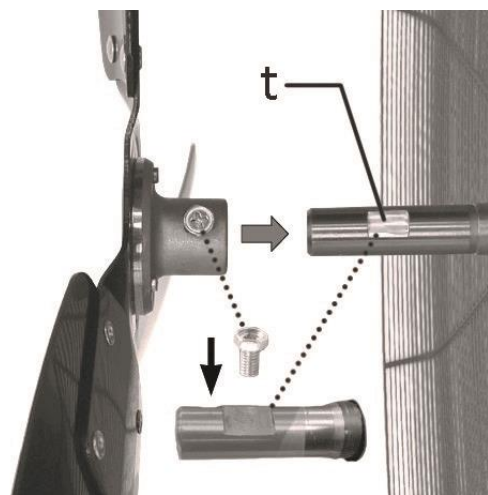

Fig. 14
2. Inserire il centro della ventola (allineando con la parte scanalata/piatta (t) dell'albero motore) sull'albero motore, quindi serrare la vite al centro della ventola (Fig. 14).